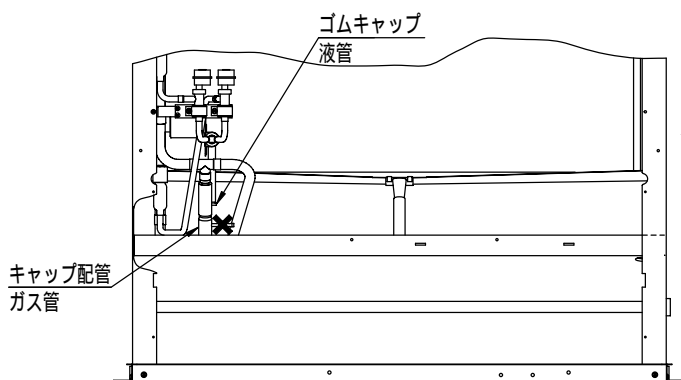

図4
- (3) 図4に示すガス管キャップ配管のチャージ管（×印部）を切断し、配管内に封入されている窒素ガスを抜いてください。
- (4) 図4に示すガス管接続部および液管接続部のゴムキャップを取外してください。